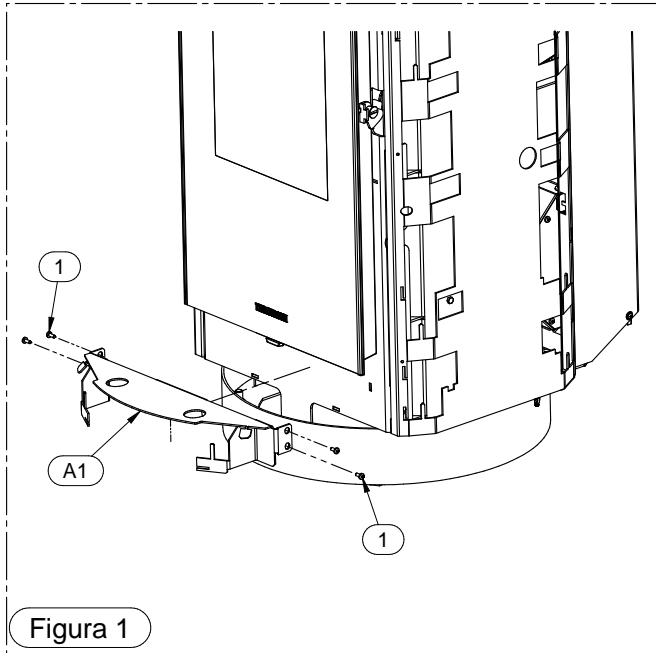

Figura 1
Aprire la scatola indicata nella Figura 1 prestando attenzione a non graffiare i rivestimenti (D). Rimuovere i polistiroli A, B, C; ed estrarre il fianco D. In seguito estrarre dai polistiroli sagomati le ceramiche E, F, G; successivamente estrarre il secondo fianco D.
Aprire la scatola indicata nella Figura 1 prestando attenzione a non rovinare le ceramiche. Rimuovere i polistiroli A, B e C; estrarre le ceramiche F, G ed H. Estrarre poi la ceramica D, il polistirolo E e successivamente la ceramica sottostante D.